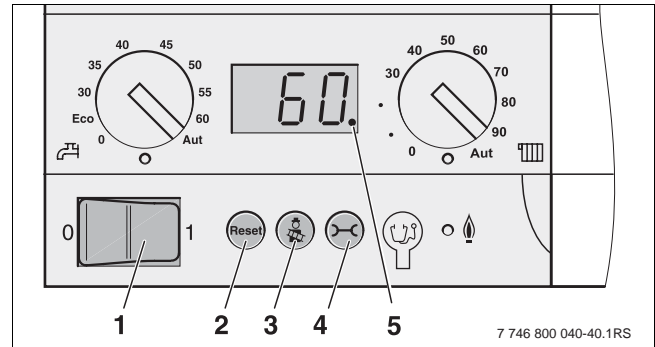

Fig. 37 Tableau de commande du contrôleur de base
- Maintenir la touche  (→ fig. 37, [1]) enfoncée (env. 2 secondes) jusqu'à ce que le point décimal s'affiche en bas à droite sur l'écran.
- Maintenir les touches  (→ fig. 37, [3]) et  (→ fig. 37, [4]) simultanément (env. 5 secondes), jusqu'à ce que  (par ex ) s'affiche à l'écran.
- Régler le brûleur sur la charge partielle la plus faible à l'aide de la touche « Reset » (→ fig. 37, [2]).
- Placer l'interrupteur principal (→ fig. 37, [1]) du tableau de commande du contrôleur de base sur « 0 » (arrêt).